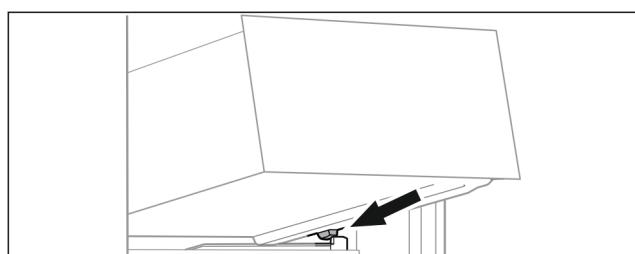

Fig. 71
- ▶ Наклоняя вниз, установите выдвижной ящик за стопоры на контейнерное ребро. (см. Fig. 71)